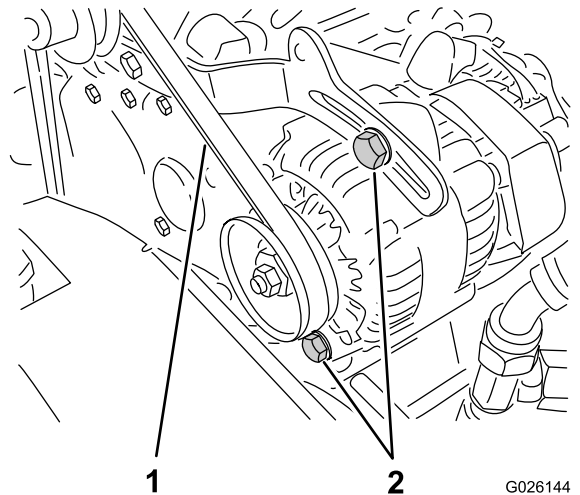

Figure 67
2. Contrôlez la tension de la courroie en exerçant une force de 10 kg sur le brin à mi-chemin entre les poulies d'alternateur et de vilebrequin (Figure 67).
- A. Desserrez les 2 boulons de fixation de l'alternateur (Figure 67).
B. A l'aide d'un levier, tournez l'alternateur jusqu'à ce que la tension de la courroie soit correcte, puis resserrez les boulons de fixation (Figure 67).